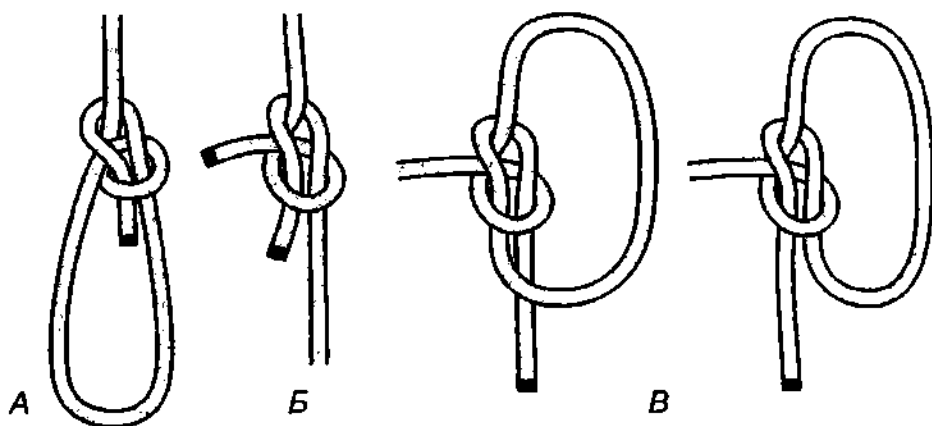

Рис. 286. Узлы «тройняшки»: А – *беседочный узел*; Б – *шкотовый узел*; В – *казачий узел*.
*Беседочный узел* – это *шкотовый узел* с петлёй, поэтому свойства у этих двух узлов почти одинаковы (рис. 286). *Шкотовый узел* не любит переменных нагрузок (на жёсткой синтетике), при которых ему свойственно ползти, если узел слабо затянут. То же самое можно сказать и про *беседочный узел*: если коренной конец дополнительно не закрепить контрольным узлом, то под чрезмерной нагрузкой и при частых вибрациях, возникающих от продолжительной работы, *булинь* может ползти, особенно если он не сильно затянут. При постоянной тяге, сколь сильной бы она не была, *булинь* может выдержать значительные нагрузки. *Булинь* стабилен лишь в том случае, если на плечи петли нагрузка распределена одинаково.